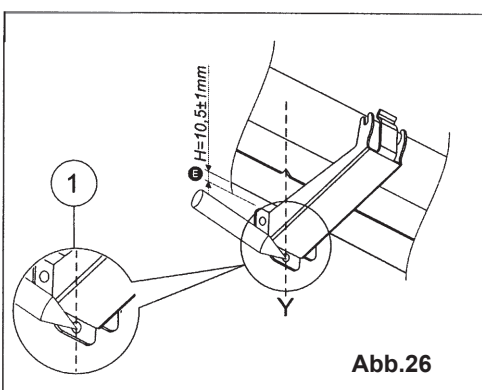

Abb.26
- 5) **Abb. 26-** Den Bügel für Kippöffnung nach der Mittellinie des Fensters ausrichten und dabei das Mittelloch der Befestigungsschrauben anwenden. Den Bügel für Kippöffnung beim Maß **E** (**siehe Abb. 7b**) positionieren und die Bohrungspunkte markieren;